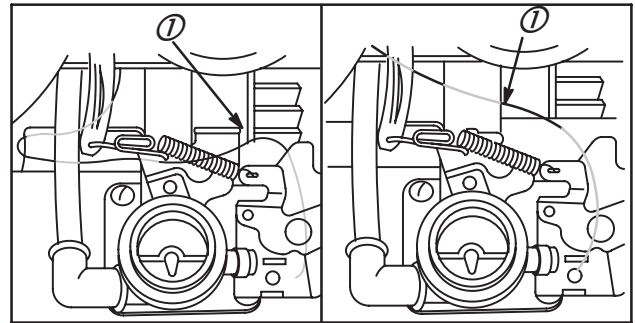

Fig. 52
6. Serrer les vis de fixation. La Fig. 52 indique le passage du fil de masse (1).